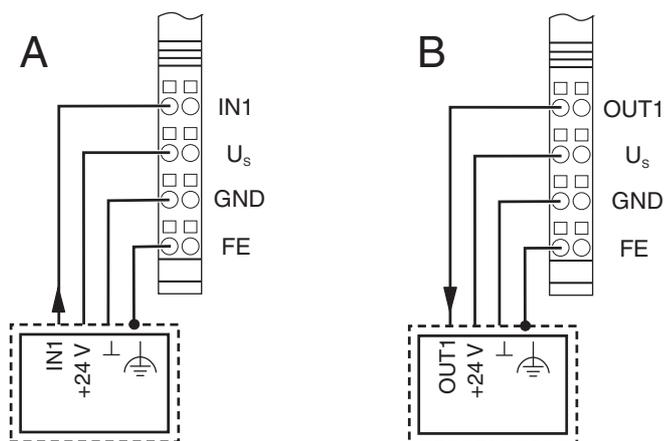

Abb. 11-17 4-Leiter-Anschluss bei digitalen Geräten
- Sensor** Abb. 11-17, Abb. A zeigt den Anschluss eines geschirmten 3-Leiter-Sensors. Das Sensor-Signal wird auf den Klemmpunkt IN1 geführt. Die Versorgung des Sensors erfolgt über die Klemmpunkte U_s und GND. Der Sensor wird über den Klemmpunkt FE geerdet.
- Aktor** Abb. 11-17, Abb. B zeigt den Anschluss eines geschirmten Aktors. Durch die Bereitstellung der Versorgungsspannung U_s können auch Aktoren, die eine eigene 24-V-Versorgung benötigen, direkt an die Klemme angeschlossen werden.